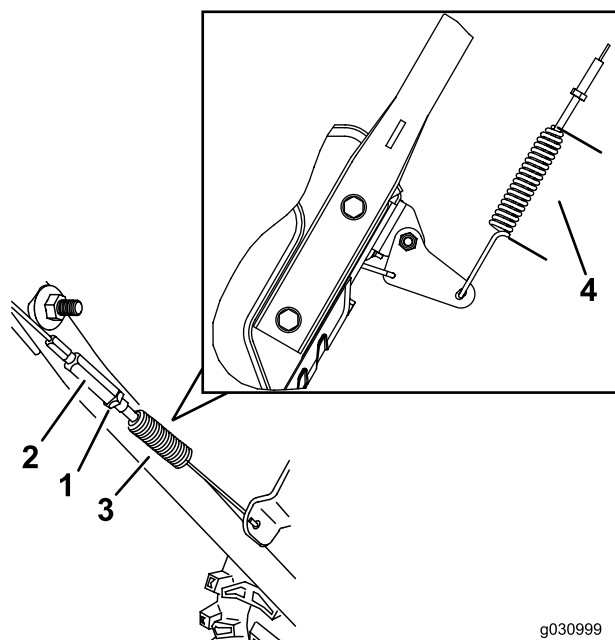

Figura 27
3. Desaperte e aperte o tensor para ajustar o comprimento da mola para 5,5 cm como se mostra na Figura 27.
4. Aperte a porca de retenção (Figura 27) assegurando que existe uma ligeira tensão no cabo.